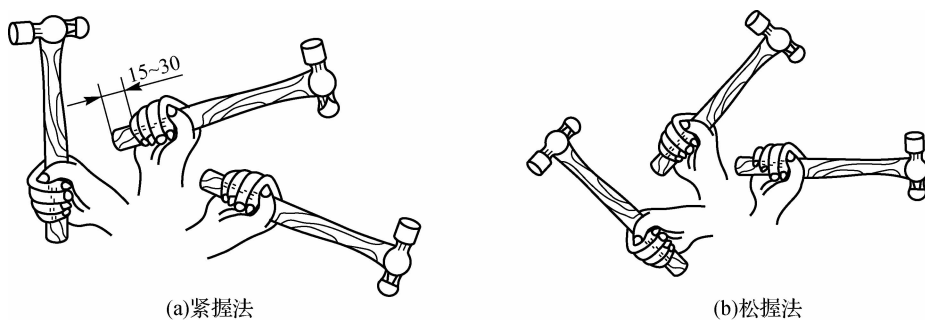

图 2-5 手锤的握法
(1)紧握法。用右手五指紧握锤柄,大拇指合在食指上,虎口对准锤头方向(木柄椭圆的长轴方向),木柄尾部露出 15~30 mm。在挥锤和锤击过程中,五指始终紧握,如图 2-5(a)所示。
(2)松握法。只用大拇指和食指始终握紧手柄。挥锤时,小指、无名指、中指依次放松;锤击时,又以相反的方向依次收拢握紧,如图 2-5(b)所示。这种握法手不易疲劳,且锤击力大。